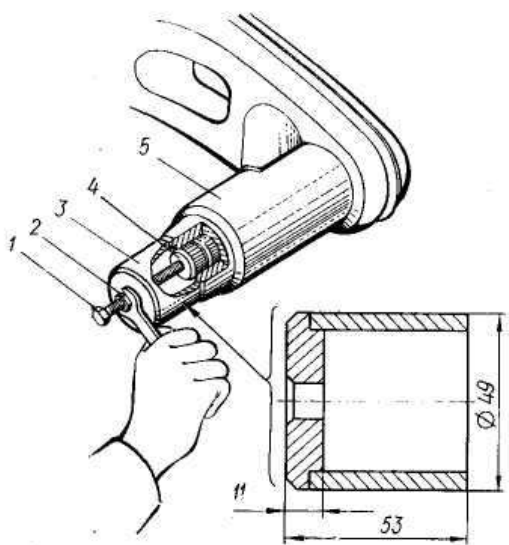

Рис. 174. Снятие торсиона:
- извлеките наружный обломок и (с противоположной стороны оси) целый торсион с помощью съёмника (рис. 174);
- с помощью съёмника (рис. 174) извлеките торсион до разъединения шлицев. Рычаг подвески при этом своим кронштейном должен лечь на ограничитель хода колеса;
1 — болт М12х100; 2 — гайка М12 (высота 16 мм); 3 — стакан (рис. 174); 4 — шкворень поворотного кулака; 5 — рычаг передней подвески